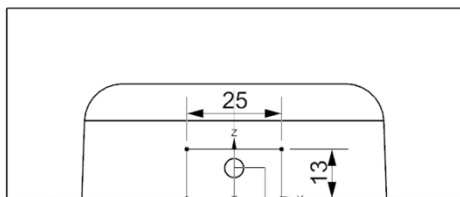
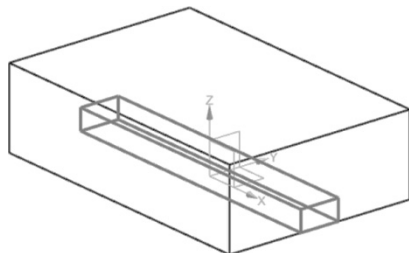

图 4-13 绘制一个截面
图 4-14 创建一个拉伸体
(25) 单击“拉伸”按钮 ，在【拉伸】对话框中单击“绘制截面”按钮 ，选取 ZOY 平面为草绘平面，Y 轴为水平参考，绘制一个截面，如图 4-13 所示。
(26) 单击“完成”按钮 ，在【拉伸】对话框中对“指定矢量”选取“XC ↑” ，“开始”选取“对称值”，把“距离”设为 90mm，对“布尔”选取“无”。
(27) 单击“确定”按钮，创建一个拉伸体，如图 4-14 所示。